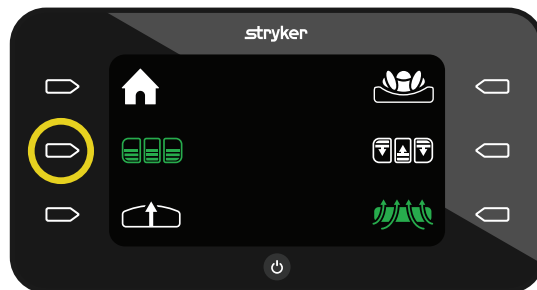

Figura 28 – Modalità statica non attiva
2. Per avviare la modalità statica, premere il pulsante **Azione** accanto all'icona **Modalità statica** (Figura 28).